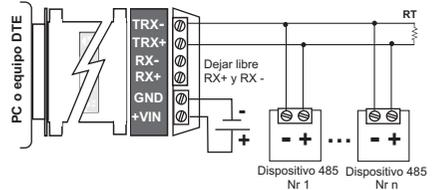

Fig. 3. RS485, 2 Hilos. Respete polaridades.
**Conexión RS485.** El enlace se realiza mediante un par simple (fig. 3). Durante la transmisión se enciende el led TX, durante la recepción se activa RX.